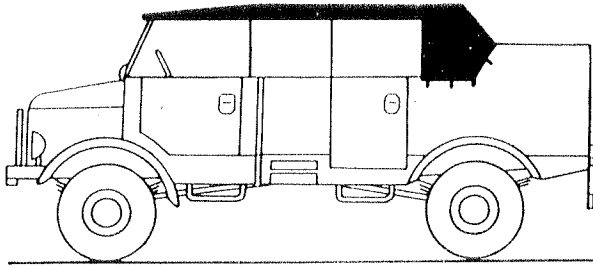

Abb. 21
3. Plane nach vorn entrollen, an der Windschutzscheibe anklebmen und durch Halteriemen befestigen. (Abb. 21)